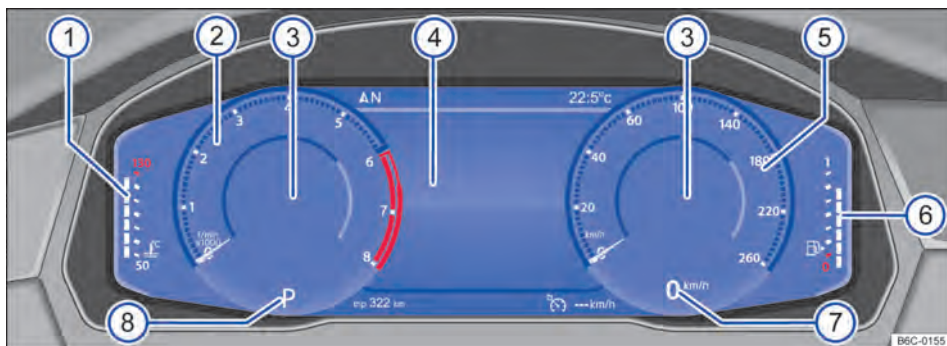

Fig. 11 Active Info Display (variante 1) no painel de instrumentos.
Explicações sobre os instrumentos → Fig. 11:
Dependendo da versão do rádio e do perfil de informação selecionado, o Active Info Display mostra informações adicionais no centro de instrumentos redondos → Fig. 11 ③.